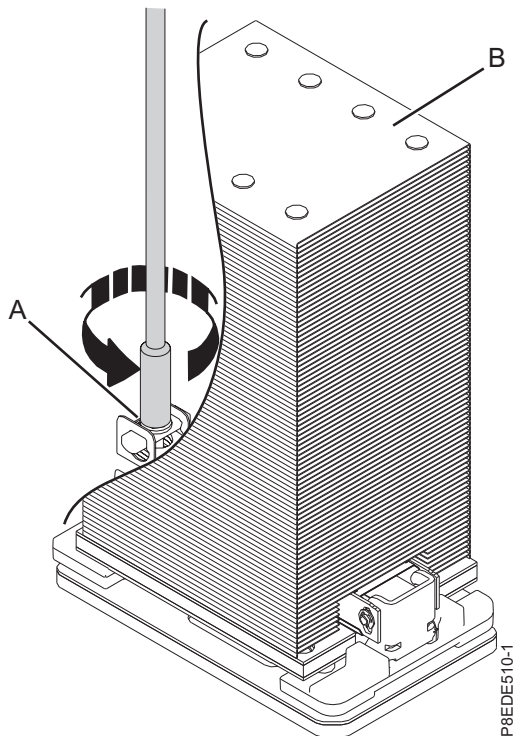

Abbildung 3. Kühlblech ausbauen
- a. Lösen Sie die Halteschraube des Kühlblechs mithilfe des im Lieferumfang enthaltenen 5,5-mm-Steckschlüssels (Teilenummer 43W3032). Drehen Sie die Schraube gegen den Uhrzeigersinn (**A**), bis sie sich lockert und frei beweglich ist, siehe Abb. 3 auf Seite 6.